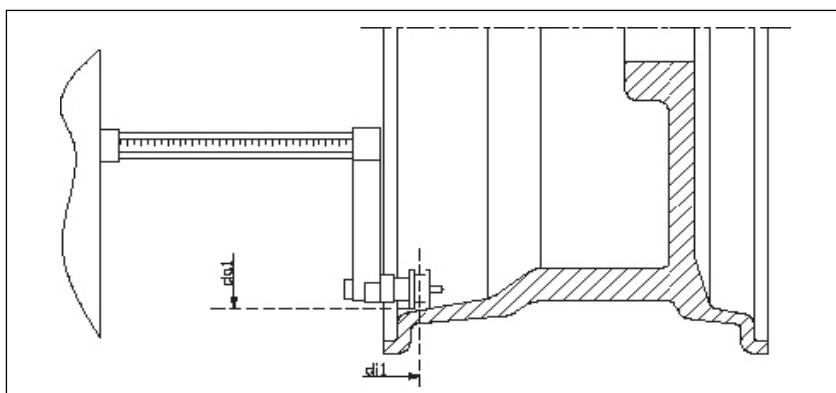

Рис. F3.9 - Автоматическое получение расстояния к внешней плоскости в типах программ ALS1 и ALS2
- 4) Выдвиньте датчик расстояния/диаметра и поместите его к плоскости, выбранной в качестве внешней плоскости. См. рисунок F3.9;
- 6) Выдвиньте датчик расстояния / диаметра и поместите его на диск, к соответствующей внешней плоскости, выбранной для установки балансировочного грузика. См. рисунок F3.9;